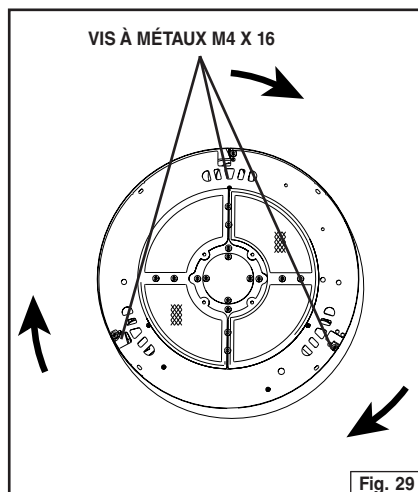

Fig. 29
2. Tournez le déflecteur décoratif pour que les trous du déflecteur correspondent à ceux de la collerette. Fixez le déflecteur avec (3) vis à métaux M4 x 16. Fig. 29. Retirez le revêtement protecteur. Répétez pour le deuxième déflecteur.